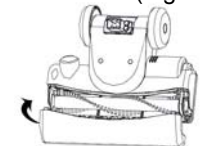

Fig. 21
- Remettez en place le couvercle de la brosse et les vis (Fig. 21).